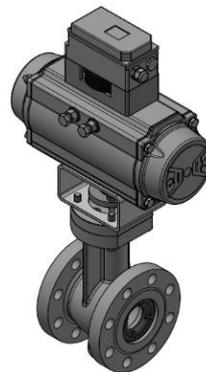

Bild 1: Typ 82.7-02/AT (BR31a)
- pneumatischem Kolbenantrieb Typ AT / BR31a → Stellventil Typ 82.7-02/AT und 82.7-02/BR31a (Bild 1)